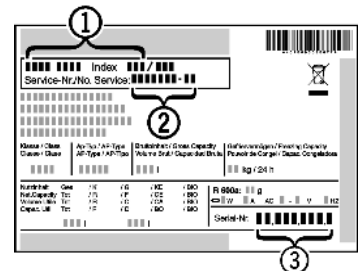

Fig. 16
- ▶ Apparaataanduiding *Fig. 16 (1)*, service-nr. *Fig. 16 (2)* en serie-nr. *Fig. 16 (3)* van het typeplaatje aflezen. Het typeplaatje bevindt zich aan de linkerkant binnen in het apparaat.
- ▶ Contact opnemen met de Technische Dienst en het probleem, apparaataanduiding *Fig. 16 (1)*, service-nr. *Fig. 16 (2)* en serie-nr. *Fig. 16 (3)* mededelen.